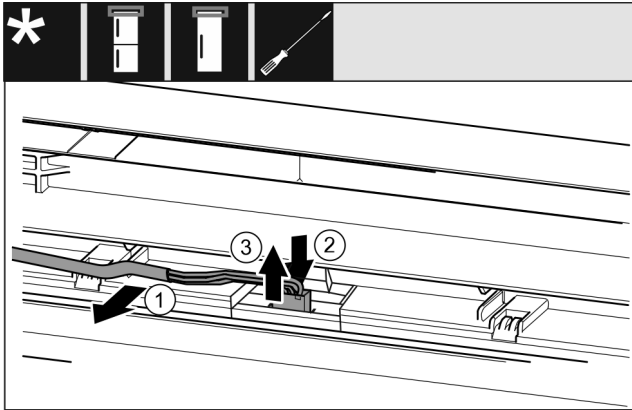

Fig. 10
- ▶ Grijze kabel voorzichtig uit de geleiding in de deur losmaken. Fig. 10 (1)
- ▶ Strip achter de stekker naar achteren drukken. Fig. 10 (2)
- ▶ Stekker voorzichtig naar boven toe wegtrekken. Fig. 10 (3)